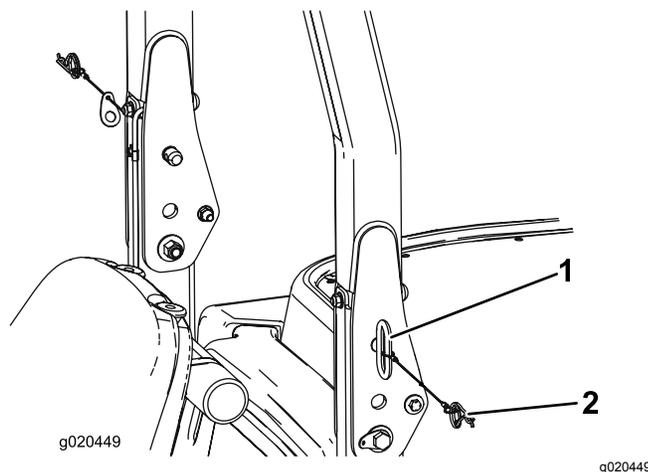

Figura 29
1. Para bajar la barra antivuelco, retire las chavetas y los dos pasadores (Figura 29).